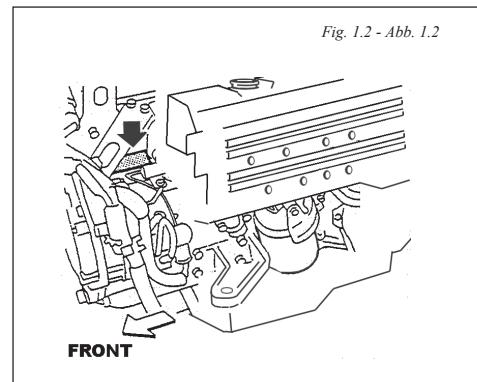

Fig. 1.2 - Abb. 1.2
-Punzonado situado en el motor, indica el número del motor (véase Fig. 1.2)
-Markings stamped on the engine showing serial number (see Fig. 1.2)
-Poinçonnage situé sur le moteur indiquant les éléments d'homologation (voir Fig. 1.2)
- Punzonatura posta sul motore, indicante gli estremi dell'omologazione (vedi Fig. 1.2)